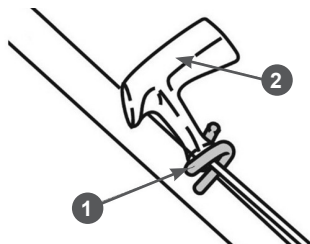

Рис. 6. Крепление ручки стартера на рукоятке
5. Закрепите ручку стартера на кронштейне крепления ручки стартера, как показано на Рис. 6.